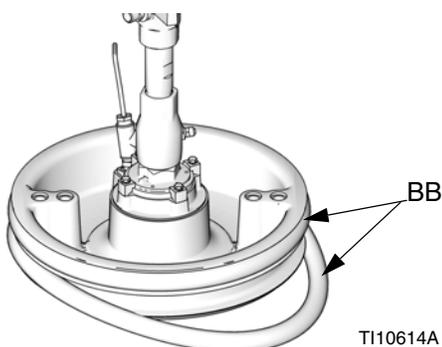

図 42
1. ワイパー (BB) の損傷を防ぐため、木製またはプラスチックの工具でシール溝からすべての物質を排除します。
2. 下部から作業し、プラテン (D) の背後を覆うようにワイパー (BB) を曲げます。以下を参照してください: 図 42.
3. ワイパー (BB) を上部の溝に挿入してワイパーの前部を溝の中に這わせませます。
4. 55 ガロンのプラテンを使用している場合は、2 番目のワイパー (BB) を下部の溝に挿入してワイパーの前部を溝の中に這わせませます。